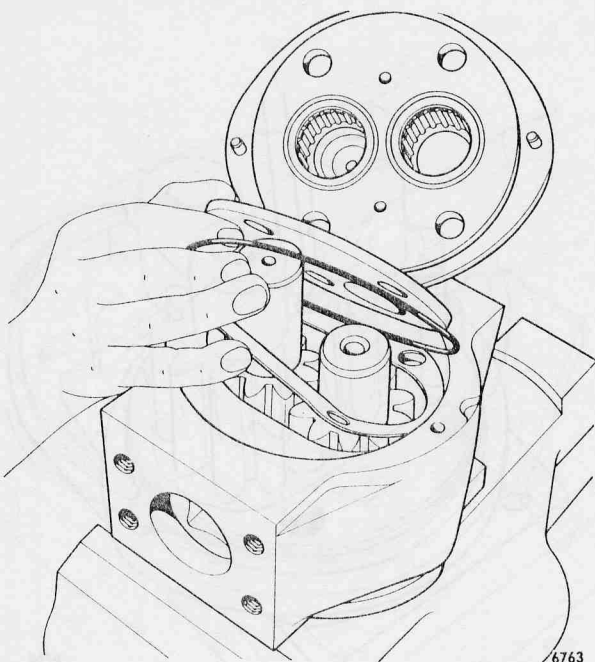

Fig 162. Borttagning av slitbricka, O-ring och mellanlägg.
4. Ta bort slitbrickan 13, eventuella mellanlägg 7, O-ringen 6, stödringarna 9 och O-ringarna 10, se fig 162.